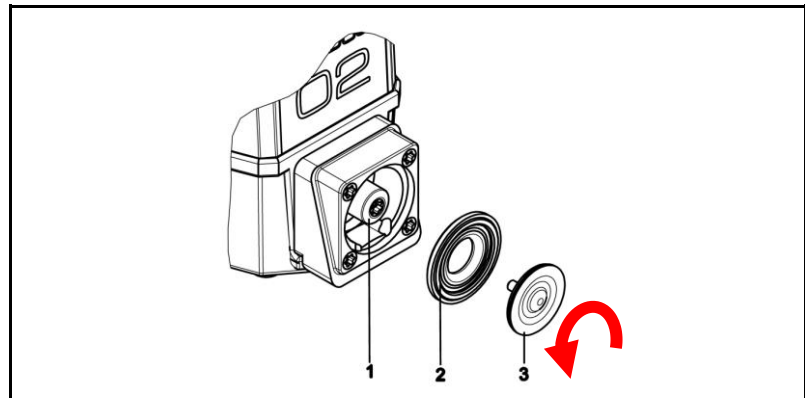

Fig. 67: Fördermembrane wechseln
3. Fördermembrane (3) an gegenüberliegenden Seitenrändern anheben, fassen und gegen den Uhrzeigersinn (siehe Pfeil in Fig. 67) herausschrauben.